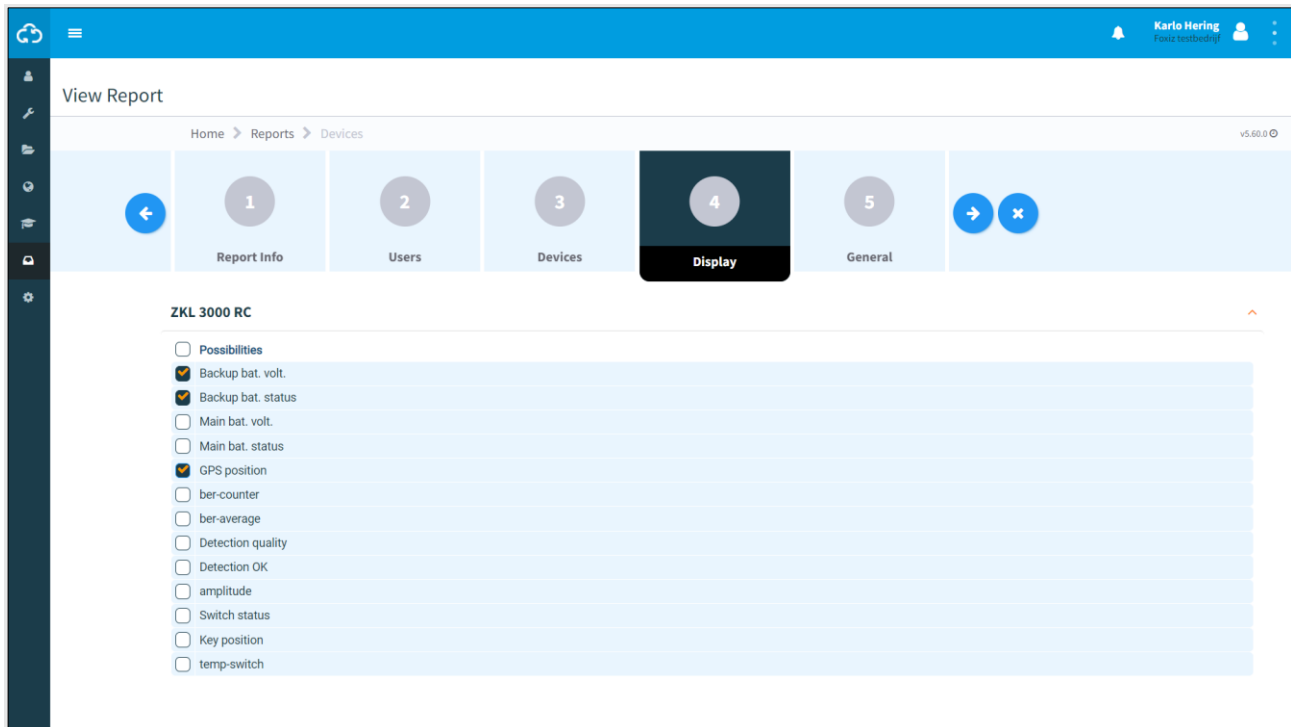

Figure 78 Rapport raadplegen - weergave
- Stap 2 - Weergave (Figure 78);